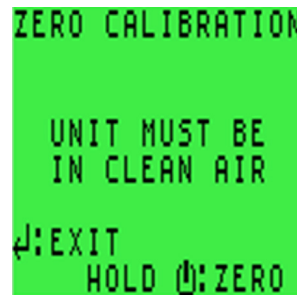

Figura 55: Tela ZERO CALIBRATION (CALIBRAÇÃO DO ZERO)
2. Continue segurando o botão até o autoteste terminar e o LCD exibir ZERO CALIBRATION (CALIBRAÇÃO DO ZERO), como exibido na Figura 55: Tela ZERO CALIBRATION \(CALIBRAÇÃO DO ZERO\).